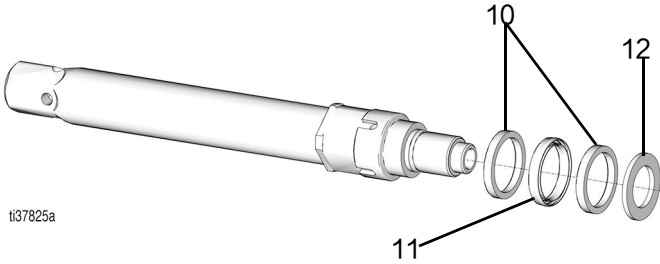

图 25
- 9. 拆下活塞密封固定器 (12)、活塞密封件 (11) 和活塞密封支撑环 (10), 并用密封修理配件包中的新零配件更换 (图 25)。